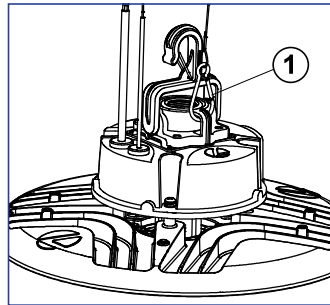

Figure 2
1.2 Suspenda el accesorio con la cadena o el cable firmemente sujeto al gancho del accesorio. Nota: después de fijar la cadena o el cable, verifique que el clip de resorte del gancho se haya cerrado. Una vez que la lámpara esté suspendida, conecte el cable de seguridad (1) a la abertura de la carcasa del controlador y asegure el otro extremo del cable a la estructura permanente.(consulte la Fig. 2).